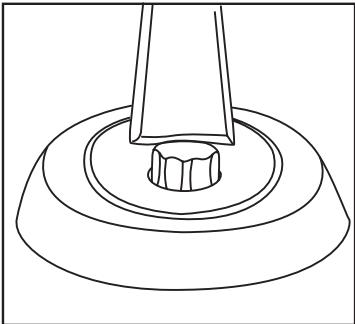
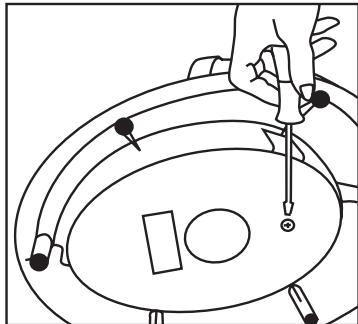
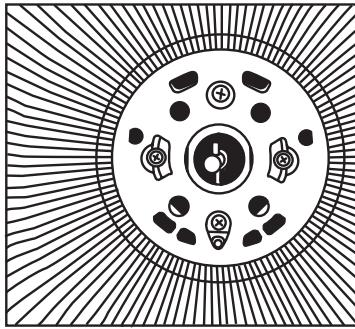

Fig. 1
Fig. 2
Fig. 3
1. Encaje el eje del motor (7) en la base (13) (**Fig. 1**) y una ambas piezas mediante el tornillo de fijación de la base (14) (**Fig. 2**).
2. Desenrosque del eje del motor (6) la capucha (2) y el aro (4) y retire también el protector del eje.
3. Coloque la rejilla posterior (6) sobre el eje (7) de forma que los salientes existentes en el eje del motor coincidan con los orificios que hay en la rejilla posterior (6) (**Fig. 3**). Fije esta rejilla al eje utilizando para ello el aro (4), ajústelo en el sentido de las agujas del reloj
1. Fit the motor shaft (7) into the base (13) (**Fig. 1**) and join both parts using the base attachment screw (14) (**Fig. 2**)
2. Unscrew and remove the hood (2) and ring (4) from the motor shaft (7), and also remove the shaft protector (5).
3. Fit the rear grille (6) over the shaft (7) so that the projections on the motor shaft coincide with the orifices on the rear grille (6) (**Fig. 3**). Fix the grille to the shaft using the ring (4), tightening it in a clockwise direction.